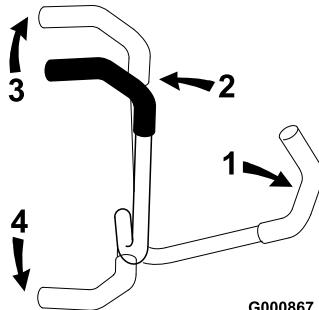

Bild 12
3. Schieben Sie für das Vorwärtsfahren die Fahrantreibshebel langsam vorwärts (Bild 12).
Wenden Sie zum Geradeausfahren auf beide Fahrantreibshebel denselben Druck an (Bild 12).
Verringern Sie zum Wenden den Druck auf den Fahrantreibshebel an der Seite, in deren Richtung Sie wenden möchten (Bild 12).
2. Ziehen Sie zum Rückwärtsfahren die Fahrantreibshebel langsam nach hinten (Bild 12).